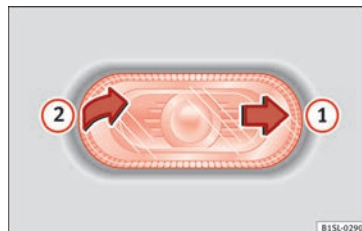

Fig. 153 Smontaggio dell'indicatore di direzione laterale
1. Con una mano spostare all'indietro l'indicatore di direzione laterale » **fig. 153** ①.